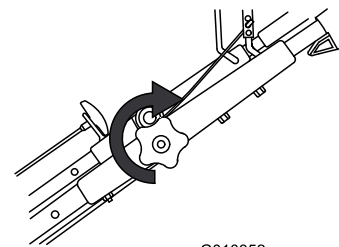

Figura 20
3. Apriete todo lo que pueda el pomo del manillar superior (Figura 20).